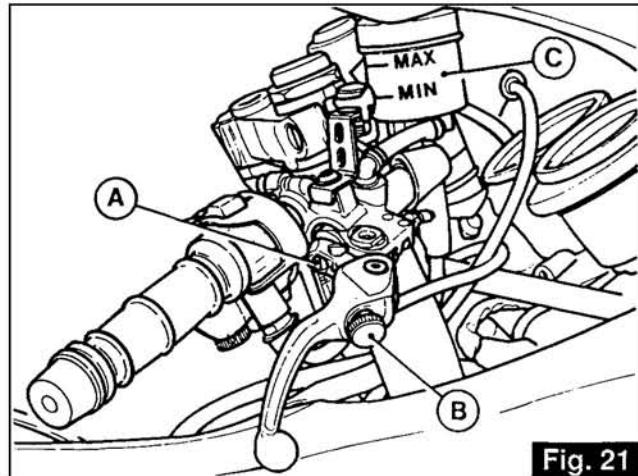

Fig. 21
5.2 RÉGLAGE DU LEVIER DE FREIN AV (fig. 21)
5.2 EINSTELLUNG DES VORDERRADBREMS- HEBELS (Abb. 21)